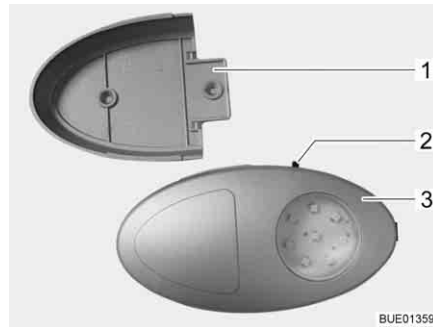

Fig. 84 Eclairage de la penderie
- ▷ Il est possible d'extraire l'éclairage de la penderie de son support vissé (Fig. 84,1) et de l'utiliser comme lampe de poche.
Le bouton Marche/Arrêt (Fig. 84,2) se trouve directement sur l'éclairage de la penderie (Fig. 84,3).